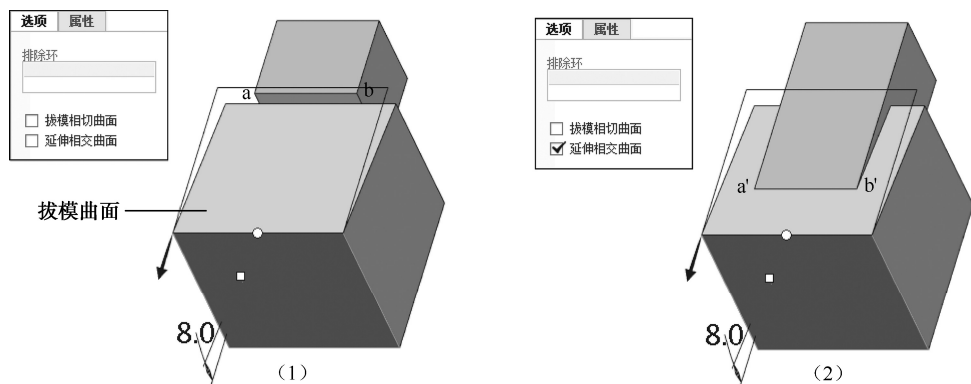

图 5-61 【延伸相交曲面】设置
【延伸相交曲面】适用于拔模后两个相交的曲面。采用了【延伸相交曲面】，拔模的曲面和相邻的曲面会延伸至相交线处。如图 5-61 所示，模型的两个上表面是不平齐的，拔模过程中，不采用【延伸相交曲面】时，形成 5-61 (1) 图的模型，而采用了【延伸相交曲面】后，形成图 5-61 (2) 所示的模型，此时两个面会延伸至相交线 a'b'处。